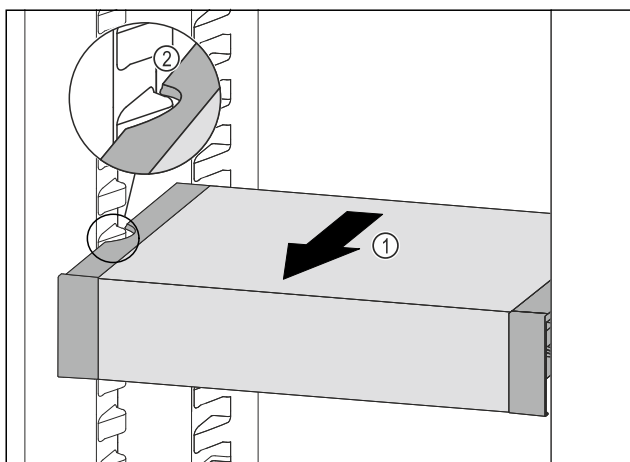

Fig. 248
- VarioSafe dras framåt Fig. 248 (1) tills sidofördjupningarna på VarioSafe är i samma nivå som behållarlisterna i kyldelen. Fig. 248 (2)